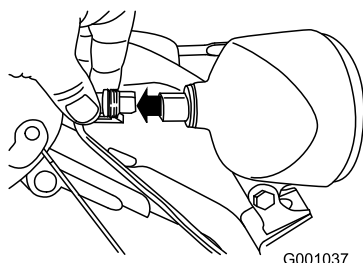

Bild 52
1. Nehmen Sie den Kabelanschluss hinten am Scheinwerfer ab (Bild 52).